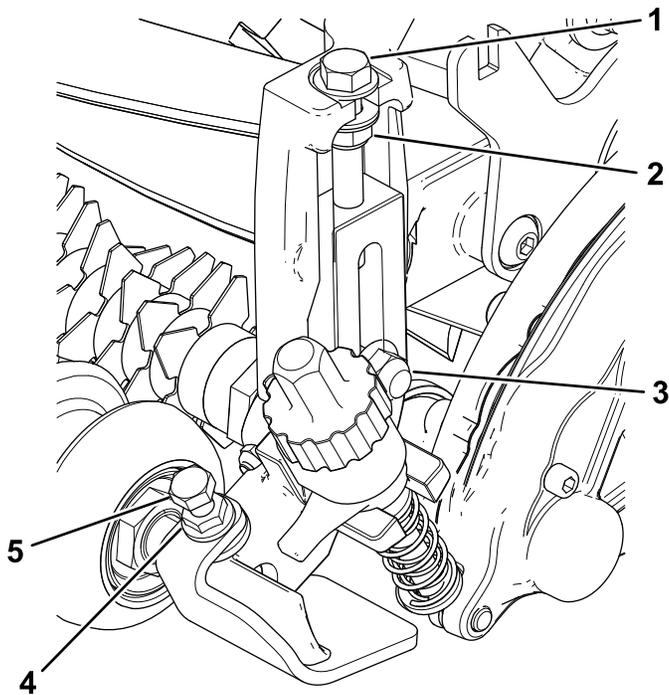

Figura 13
5. Apriete los pernos de cuello cuadrado y las contratuercas que sujetan los soportes de ajuste de la altura de corte a las chapas laterales (Figura 13).
- Apriete la contratuerca del perno de ajuste de la altura de corte y, a continuación, afloje la tuerca 1/2 vuelta (Figura 13).
- Centre el rodillo delantero entre los soportes de altura de corte y sujételo en su sitio con los tornillos de caperuza y las tuerca con arandela prensada (Figura 13).